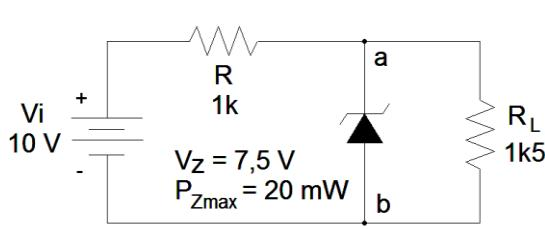

Figura 1.
**Questão 1** – Seja o circuito com diodo zener da Figura 1, cuja tensão nominal é  $V_Z = 7,5 \text{ V}$ .